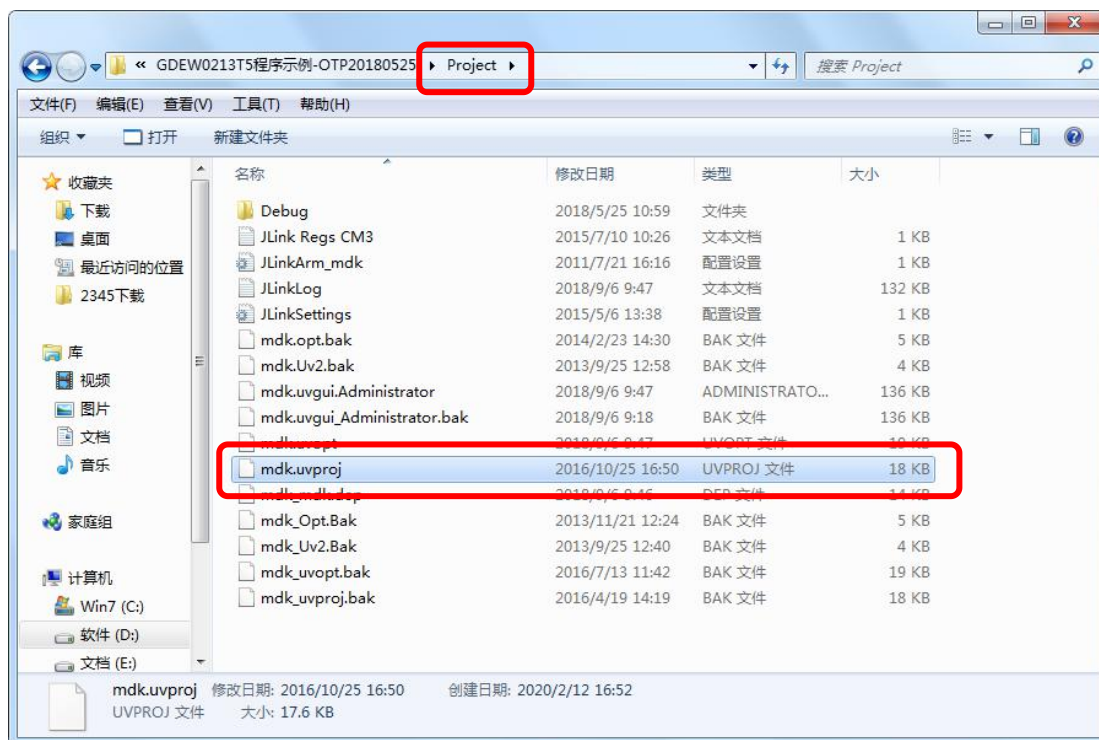

图 9 打开 mdk.uvproj 工程文件
- 2) 用 Keil4 打开图 9 所示驱动程序文件夹 project 中的 mdk.uvproj 工程文件。